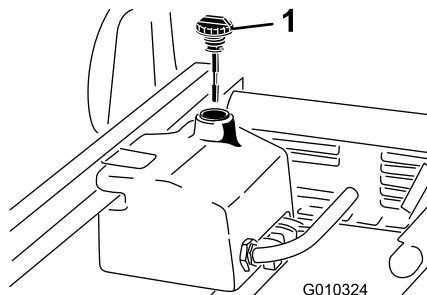

Figure 19
1. Nettoyez la surface autour du goulot et du bouchon de remplissage du réservoir hydraulique (Figure 19). Enlevez le bouchon du goulot de remplissage
2. Dévissez la jauge (Figure 19) du goulot de remplissage et essuyez-la sur un chiffon propre. Réinsérez la jauge dans le goulot de remplissage, sortez-la de nouveau et vérifiez le niveau de liquide. Il doit se situer entre les repères de la jauge.